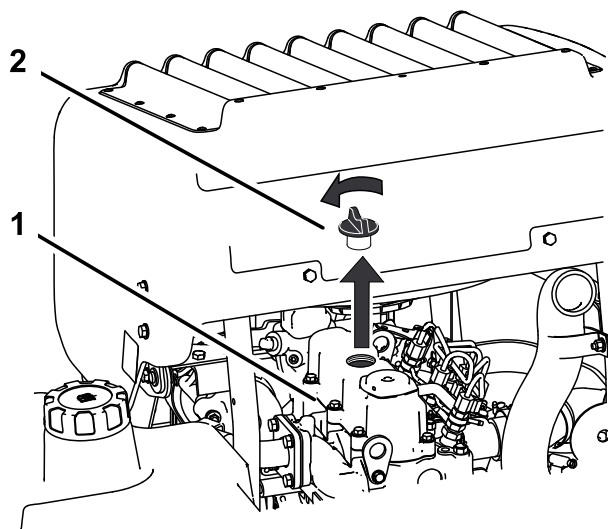

Figure 42
6. Retirez le bouchon de remplissage d'huile en haut du moteur (Figure 42). Cela facilitera la vidange de l'huile.
2. Retirez le bouchon de remplissage et la jauge (Figure 42).